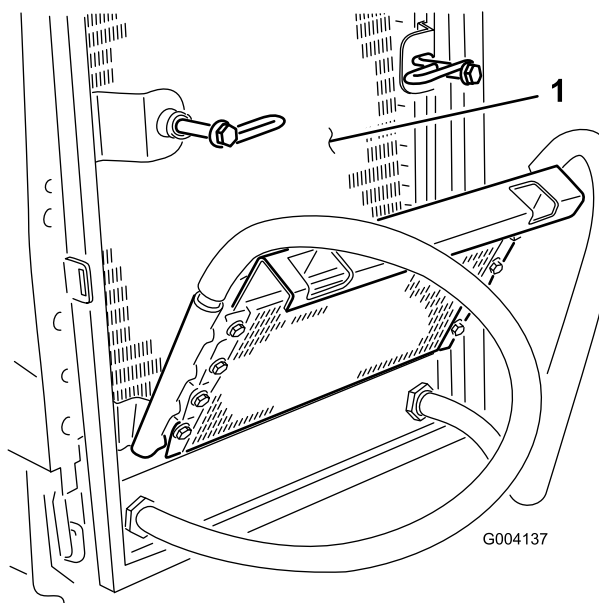

Figura 59
6. Limpie a fondo ambos lados del enfriador de aceite y del radiador (Figura 59) con aire comprimido.